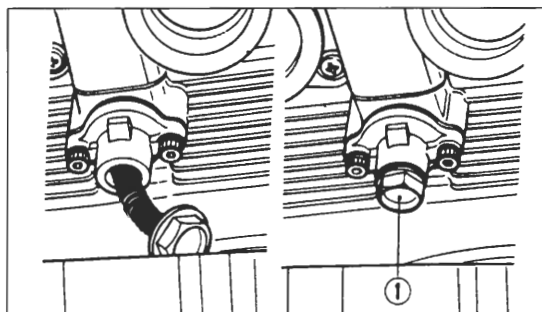

Bild 198
- Feder einsetzen und Verschlusschraube mit so gut wie neuer Dichtscheibe eindrehen (35 Nm; Bild 198).